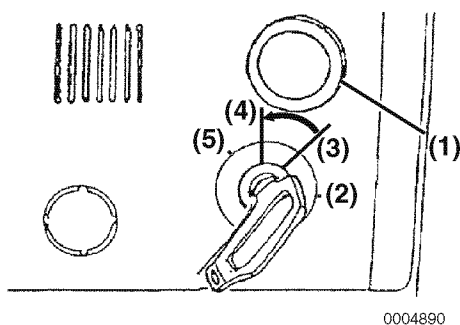

Figure 4
4. Avec la clé sur la position ON, appuyez sur le bouton d'arrêt sans le lâcher (**Figure 4, (1)**) jusqu'à coupure du moteur.
Après l'arrêt du moteur, tournez le commutateur à clé sur la position OFF (**Figure 4, (4)**).